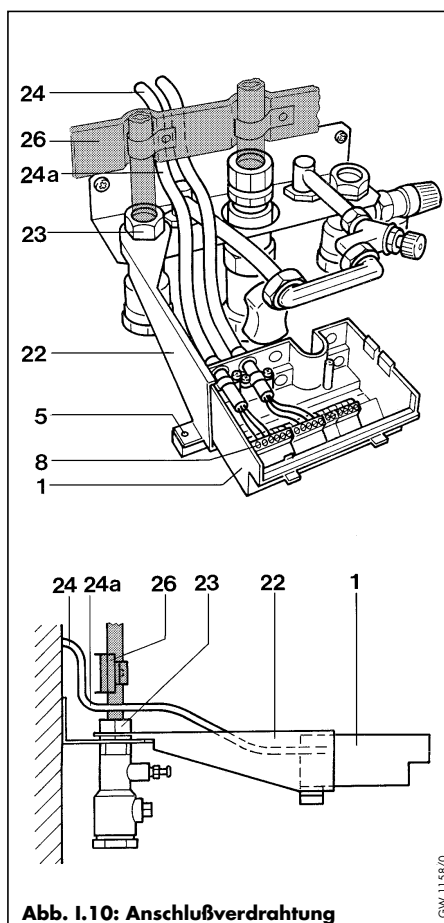

Abb. I.10: Anschlußverdrahtung
- Befestigen Sie den Abstandshalter (22) am Wartungshahn (23) und am Anschlußkasten (1).
- Schneiden Sie die Anschlußleitungen (24) auf ca. 50 cm Länge (ab Wandauslaß) und isolieren Sie diese ab.
- Verlegen Sie die Anschlußleitungen mit einer Schleife (Abb. I.10).
- ! Schleife (24a) ist erforderlich, damit die anschließende Geräteinstallation nicht durch die Geräte-traverse (26) behindert wird.
- Nehmen Sie die Anschlußverdrahtung an der Klemmleiste (8) gemäß Anschlussschema vor.
- Sichern Sie die Anschlußleitungen mit den zugehörigen Zugentlastungen (10).